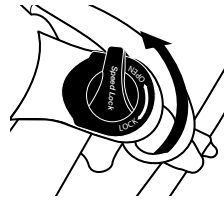

Abb. 19. Hebel in offener Stellung
- Um eine Federgabel zu sperren, drehen Sie den Lockout-Hebel bis zum Anschlag in die Richtung, die mit „Lock“ oder „Firm“ gekennzeichnet ist. (Siehe Beispiele in *Abb. 19*)